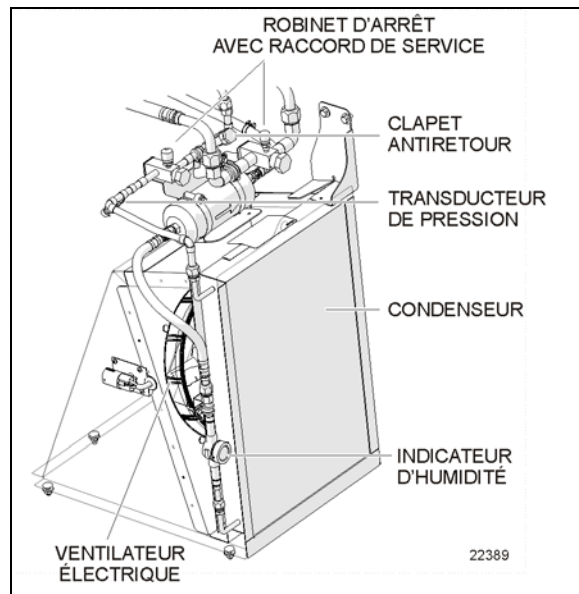

**FIGURE 40 : VENTILATEURS DU CONDENSEUR**
2. Débrancher le connecteur de faisceaux du ventilateur (Figure 40)